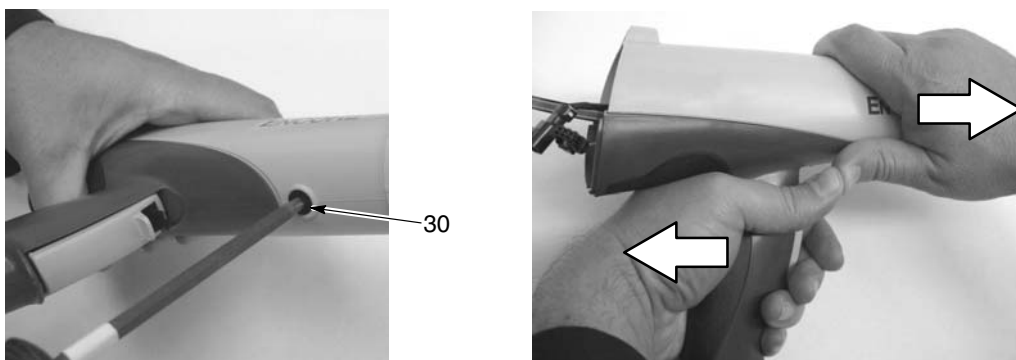

Figura 6-3 Remoção do corpo da pistola do punho
4. Consulte a figura 6-3. Retire o parafuso preto de nylon (30) do corpo da pistola.